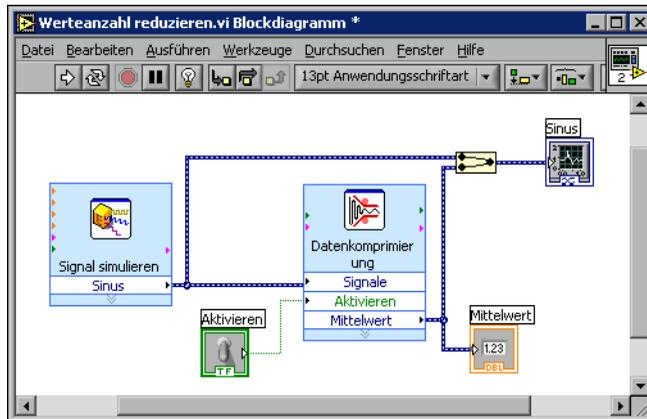

Abbildung 3-2. Das Blockdiagramm des VIs “Werteanzahl reduzieren”
6. Ordnen Sie die Objekte im **Blockdiagramm** ungefähr der **Abbildung 3-2** entsprechend an.